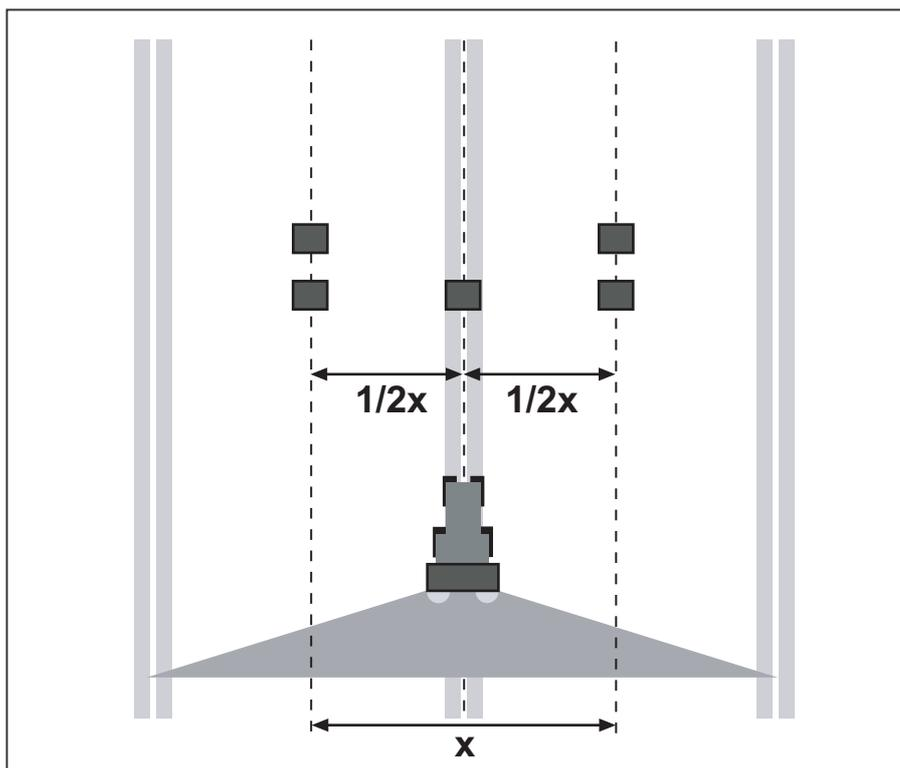

図 7.27: 1回走行の配置
- 図のように2つのトレーをオーバーラップゾーン（行路の間）に一列に置き（1 m 間隔）、1つを進路に配置します（図 7.27 を参照）。